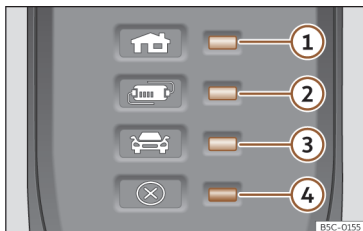

Abb. 66 Am Ladekabel für Netzsteckdosen: Kontrollleuchte in der Schutzeinrichtung.
>>> (Abb. 66):
Durch die elektronische Schutzeinrichtung >>> (Abb. 66) ist der Ladestecker so lange stromlos, bis er in die Ladedose des Fahrzeugs eingesteckt wird.
Eine oder mehrere Kontrollleuchten >>> (Abb. 66) ①, ② oder ③ leuchten grün.
Hinweis >>> (Abb. 66)	Bedeutung
>>> (Abb. 66)
②, ④ blinken	Die Schutzeinrichtung hat sich stark erhitzt.
Wenn der Ladevorgang mit einem geringeren Ladestrom fortgesetzt wird, blinkt abgesehen von der Betriebsanzeige die Warnleuchte >>> (Abb. 66) ④ rot.
- Sollte es wieder zu einer Abschaltung oder Verringerung des Ladestroms kommen und die Ursache hierfür nicht mit einer externen Wärmequelle in Verbindung stehen, ist darauf zu achten, welche grüne Kontrollleuchte blinkt >>> (Abb. 66). Zur Überprüfung des Ladekabels ist ein CUPRA-Fachbetrieb oder ein SEAT-Vertragshändler aufzusuchen. Zur Überprüfung der Anschlüsse der Ladeinfrastruktur ist ein Fachunternehmen für Elektroinstallationen aufzusuchen.
Wenn die rote Warnleuchte ④ blinkt oder leuchtet, ohne dass gleichzeitig eine der Kontrollleuchten >>> (Abb. 66) ①, ② oder ③ die Betriebsanzeige dauerhaft leuchtet, liegt eine Störung vor.